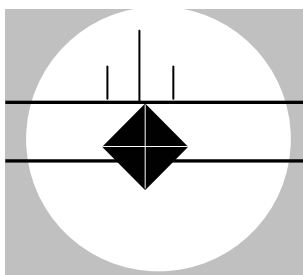

图 5-11 移动上部细线到压痕上尖端
8. 旋转细线定位鼓轮，使上部细线刚好卡住压痕的上尖端。此操作会同时移动两根线。见图 5-11。